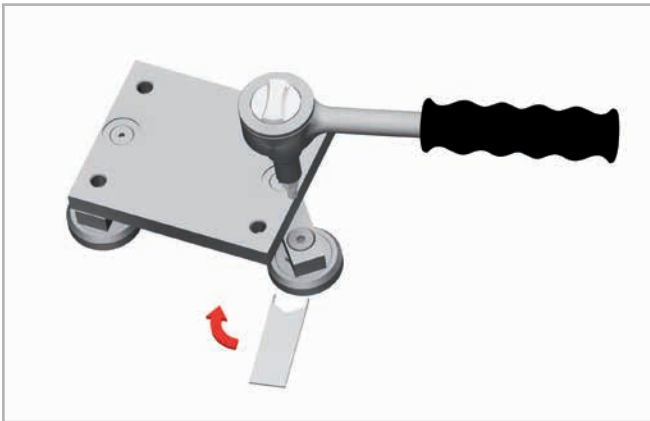

Fig. 23
- Inserire la chiave piatta speciale (fornita) nella sede esagonale del perno da regolare (vedere fig. 23).